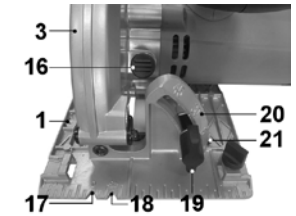

Рис. 5.
7.2. Регулировка угла наклона пильного диска (Рис. 5)